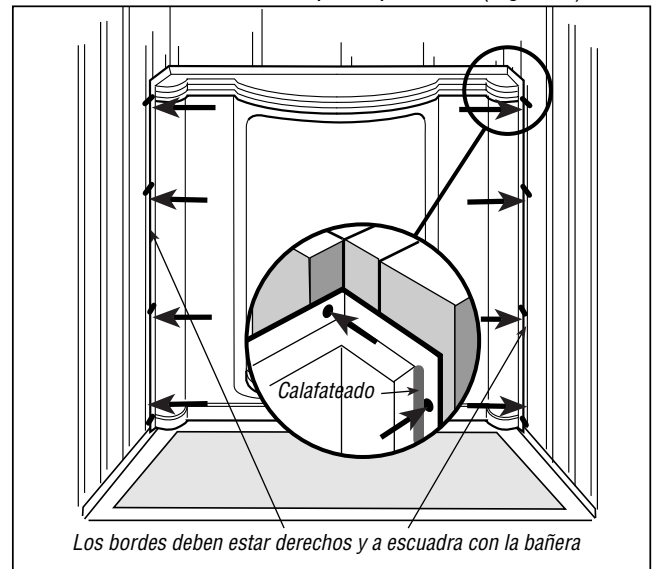

Figura 4
- 2** Coloque los tres paneles de la forma en que irán en el hueco. **Nota:** Cuando estén en posición contra las vigas de la pared, las alas de sujeción del panel posterior deben estar alineadas y a escuadra con la bañera (Figura 4). Las alas de fijación horizontales estarán ubicadas en la parte superior de los tres paneles. Decida cual de los paneles laterales necesitará cortar para las cañerías. Ubique, marque y corte cuidadosamente los agujeros usando una sierra para agujeros del tamaño adecuado.
- 5** Marque y perforo un agujero de 3/16" en el centro del ala de fijación en la parte superior del panel en el centro de cada viga (Figura 4). **Verifique que el ala de sujeción vertical de cada lado esté derecha y a escuadra con la bañera (puede necesitar torcer el ala de sujeción con la mano para enderezarla).** También perforo cuatro agujeros de 3/16" espaciados parejamente en el ala de fijación frontal de cada lado. Martille clavos galvanizados de 3/4" para techo en las vigas de la pared a través de cada agujero para fijar los paneles de la pared. Coloque una capa de calafateado látex/acrílico a lo largo de cada borde vertical del panel posterior (Figura 4).